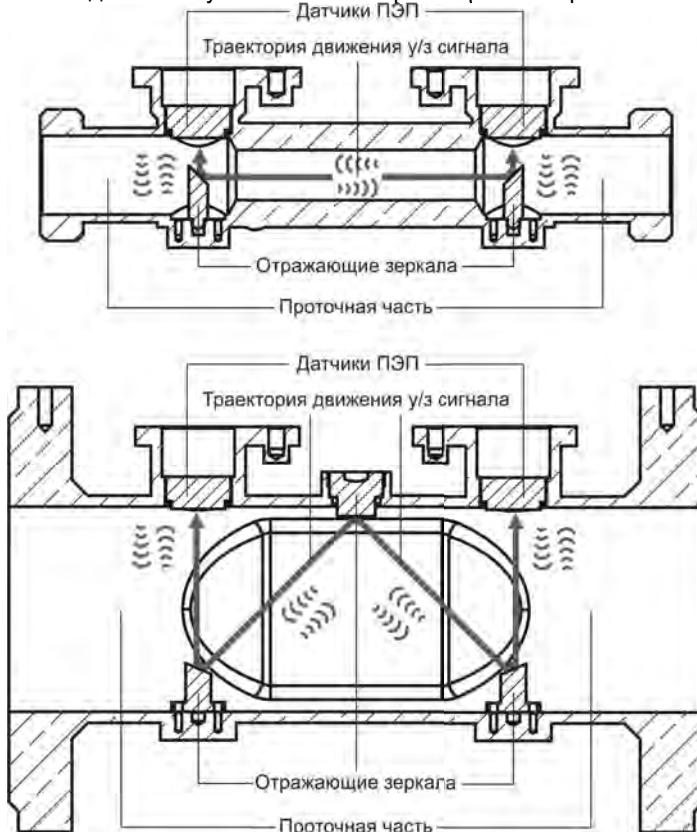

Рисунок 4 – Принципиальная схема устройства и работы ПП
- Первичный преобразователь расхода, смотрите рисунок 4, включает в себя:
тракту, сохраняют неизменную, строго повторяющуюся траекторию движения, рисунок 4.
Траекторией движения уз сигнала по измерительному тракту называют совокупность условно проведённых прямых линий от одного датчика ПЭП до другого, соединяющих центры излучающих поверхностей датчиков ПЭП с центрами отражающих зеркал, рисунок 4.
Измерительный тракт состоит из 2-х датчиков с пьезоэлектрическими преобразователями (датчиков ПЭП) и отражающих зеркал (рисунок 4).